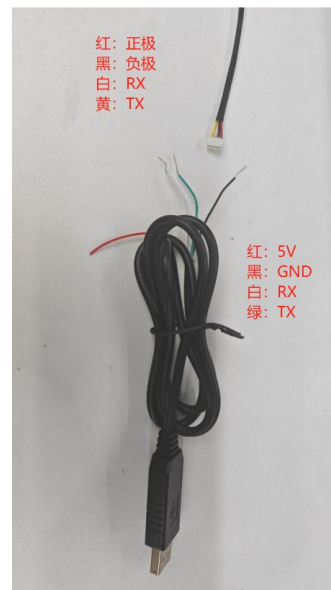

图 7 电机信号接线
2. 图 7 为电机信号线与 USB 转 TTL 模块的接线，将电机的 RX 和 TX 分别与 USB 转 TTL 模块的 RX 和 TX 连接,注意两者的 RX、TX 需交错连接，即电机 RX 接模块 TX，电机 TX 接模块 RX；另外 USB 转 TTL 模块的 GND 需和电源负极相连，即 USB 转 TTL 模块和电机共地。